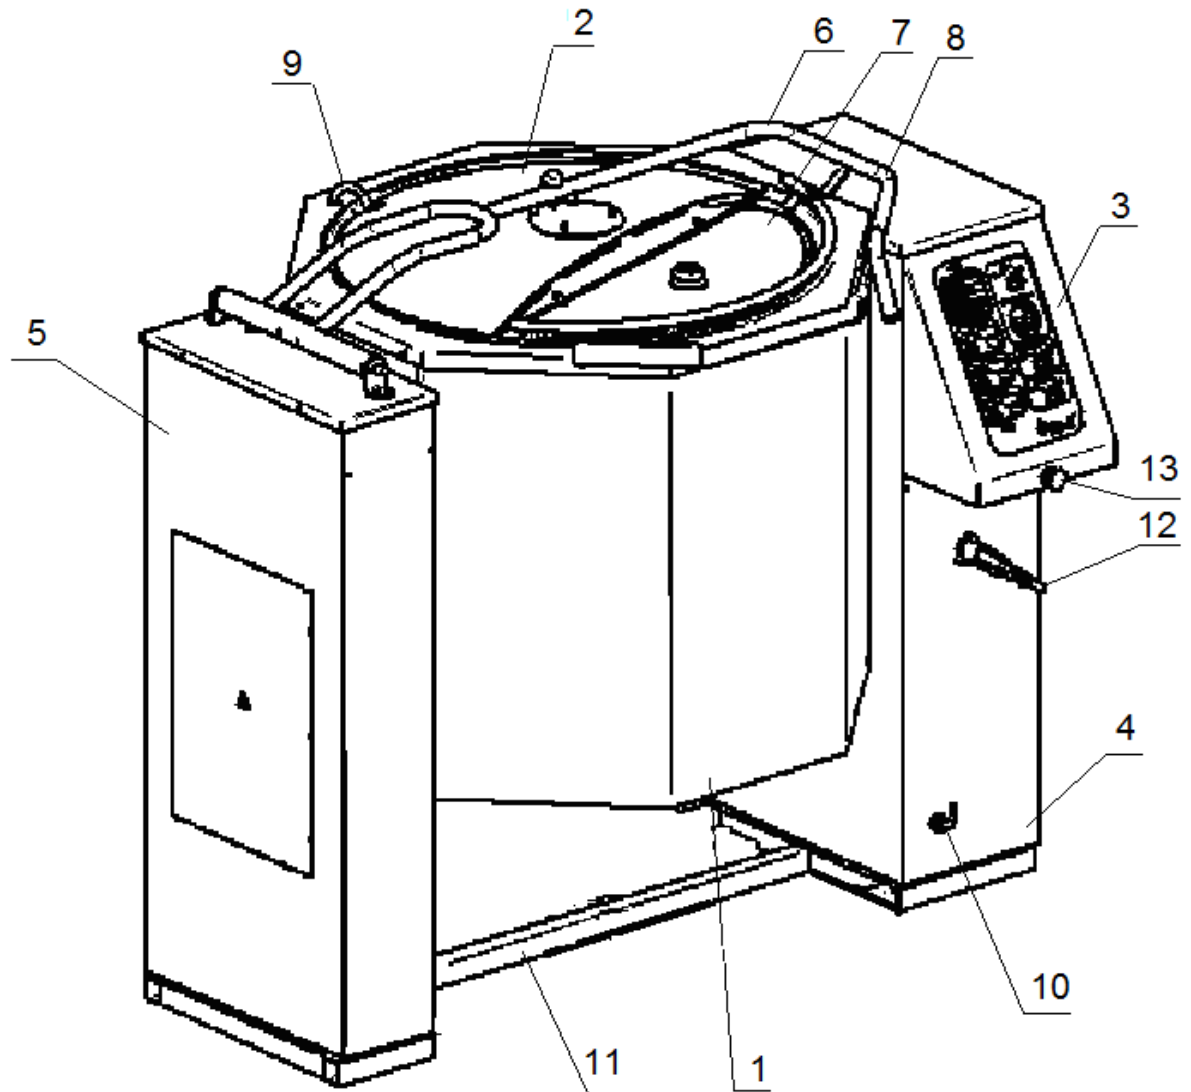

Рис. 1
- варочного котла (рис. 1 поз. 1);
- крышки (рис. 1 поз. 2).
- панели управления (рис. 1 поз. 3);
- правой опорной стойки (рис. 1 поз. 4);
- левой опорной стоки (рис. 1 поз. 5).
Крышка (рис. 1 поз. 2) предназначена для предотвращения выхода пара из варочного котла и для заправки в варочный котел продуктов во время работы. Крышка состоит из ручки с пружинным механизмом подъема (рис. 1 поз. 6), съемной крышки с фиксатором (рис. 1 поз. 7), защитной решетки (рис. 1 поз. 8). Съемная крышка с фиксатором служит для загрузки в варочный сосуд продуктов при работающем рабочем инструменте. Для этого необходимо снять крышку, предварительно нажать на нее и сдвинуть под углом «вправо»-«на себя» и поднять вверх. Устанавливается крышка в обратном порядке. Защитная решетка служит для загрузки продукта без открывания крышки и одновременно предохраняет персонал от касания руками вращающегося рабочего миксера. При открытии котла крышка фиксируется в любом положении.
Управление работой котла осуществляется с панели управления (рис. 1 поз. 3).